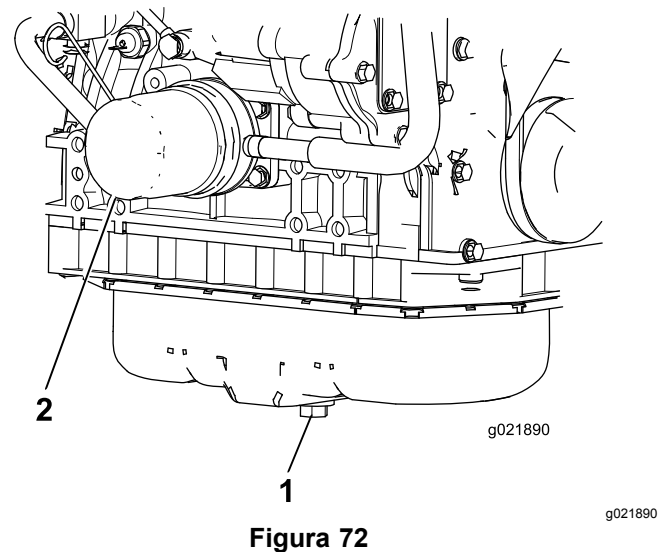

Figura 72
2. Retire el filtro de aceite (Figura 72). Aplique una capa ligera de aceite limpio al filtro nuevo antes de enroscarlo. **No apriete demasiado.**
1. Retire el tapón de vaciado (Figura 72) y deje fluir el aceite a un recipiente apropiado. Cuando todo el aceite se haya drenado, instale el tapón de vaciado.